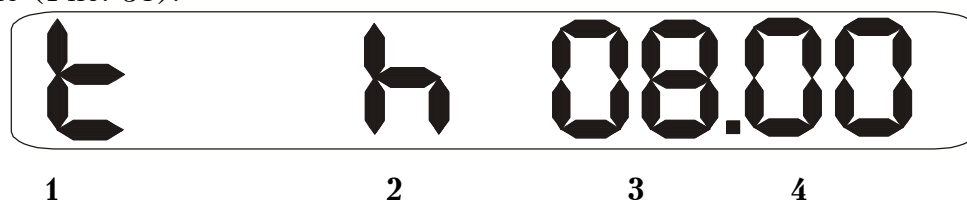

Рис. 31. Вид индикатора в режиме просмотра времени измерения:
**6.3.8. Режим просмотра времени и даты измерения.** Для входа в этот режим необходимо нажать кнопку “Режим” шесть раз. На индикаторе появится следующее изображение (Рис. 31):